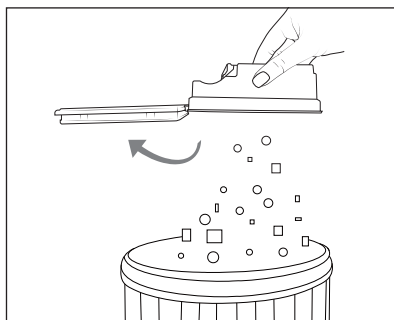

Fig. 8
- 3) Svuotare il contenuto del contenitore della polvere **12** in un contenitore per rifiuti (vedere fig. 8).